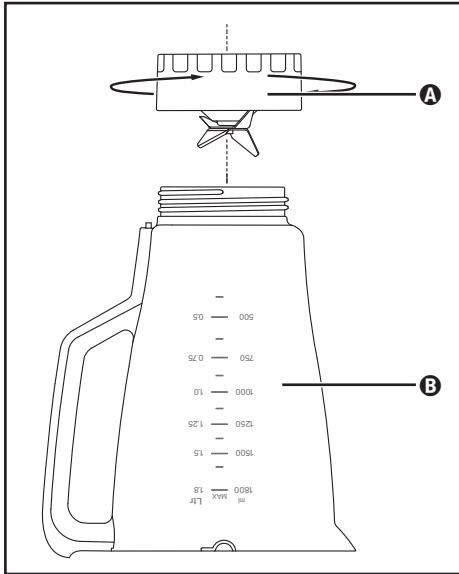

Bild 3
- 2) Vänd på produkten och vrid tillsatsen **A** motsols tills den lossnar från behållaren **B** (se bild 3).